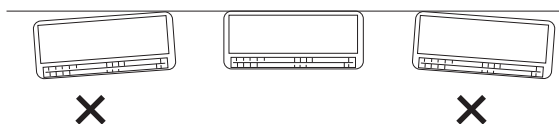

Fig. 3-3
(2) Faça um furo na placa da tubagem com uma perfuradora de broca oca de  $\varnothing 70$  mm.
(3) Verifique duas vezes com um nível de carpinteiro ou fita métrica para ver se o painel está nivelado. Isso é importante para instalar a unidade correctamente. (Fig. 3-3)